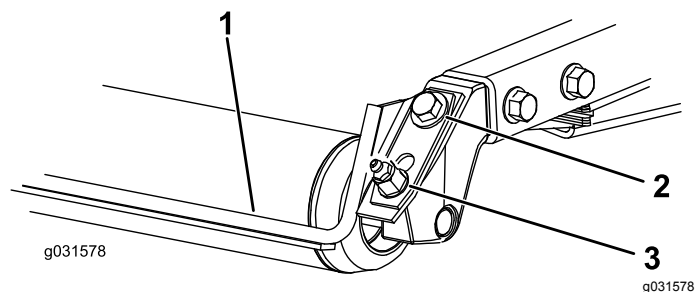

Figura 3
1. Desaperte o bocal de lubrificação e o parafuso de fixação (Figura 3).